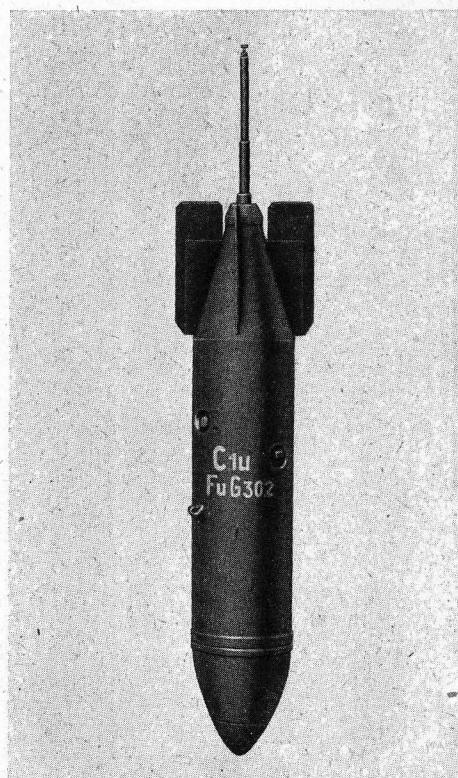

Abb. 2: FuG 302 — Körper
- e) **Antenne A 302:** Etwa 1,33 m lange Stabantenne aus Stahlrohr. Beim Hängen des Fallkörpers an der Maschine ist die Antenne teleskopartig eingezogen auf etwa 50 cm Länge (Abb. 2) und zieht sich erst nach dem Abwurf beim Aufprall aufs Wasser auf volle Länge aus (Abb. 4).